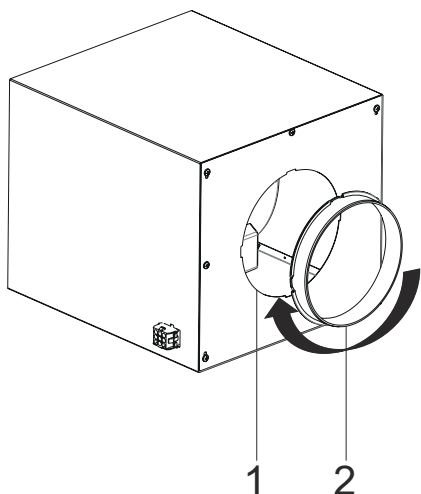

Fig. 17
8. ➔ Påsæt Ø150mm aftræksstuds på adapterpladen og drej den fast (Fig. 17).